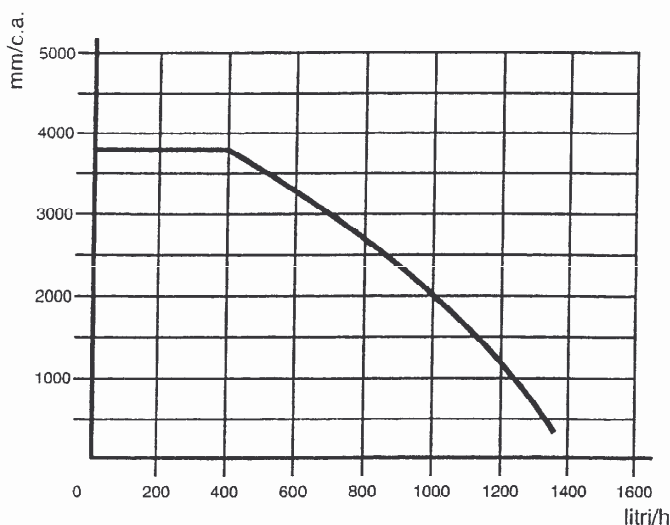

Fig. 24
- La sezione delle tubazioni sarà determinata mediante i metodi in vigore, utilizzando la curva del diagramma (Fig. 24).